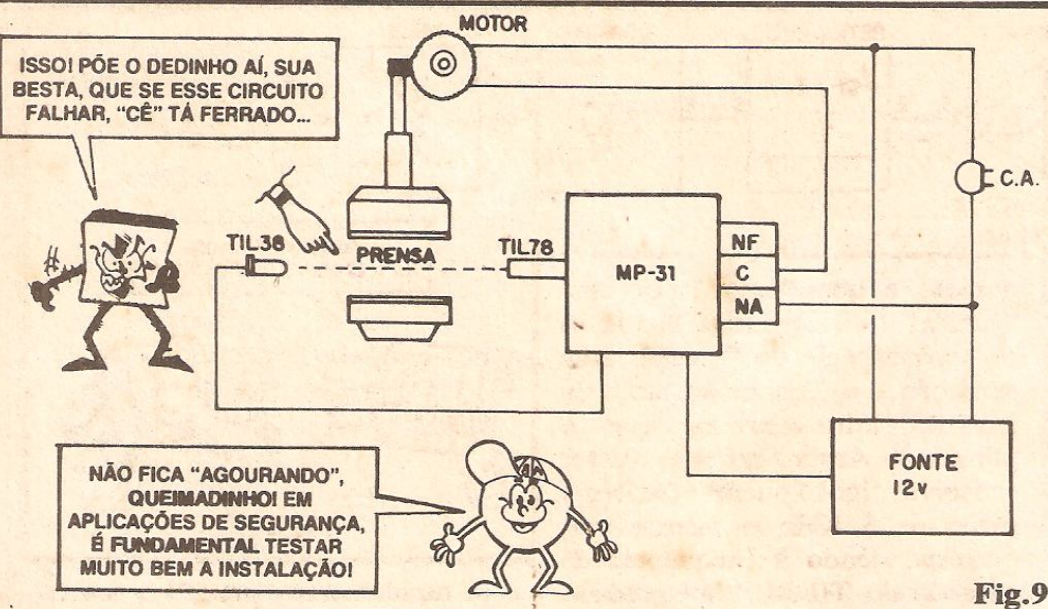

Fig. 9
- FIG. 9 - APLICAÇÕES MAIS SOFISTICADAS DA MP-31 - Não só para "vigiar portas" serve o circuito! É só por a imaginação pra funcionar (parem um pouco de imaginar o que vão fazer nessas férias de meio de ano, seus "vagáus"... que muita coisa pode surgir! O diagrama dá um exemplo "nobre" de aplicação, com o circuito controlando, através de um arranjo ótico e elétrico muito bem feito (e testado...) o motor de acionamento de uma prensa industrial, de modo que - se o operador estiver com as mãos em "zona perigosa" (setor onde a prensa... PRENSA!), o maquinário simplesmente "se recusará" a funcionar! Notem que, se o motor que aciona a dita prensa usar uma Corrente **maior** do que a oferecida
pelos contatos do relê original da MP-31, será necessária a intermediação de um **segundo** relê, de alta Potência, que terá a sua bobina controlada pelos contatos do relê do circuito, e seus contatos (digamos para 100A ou 200A) comandando a energização do dito motor... ATENÇÃO: a estrutura de aplicação mostrada na fig. 9 é uma **sugestão** prática que, se for levada a termo, deverá ser **rigorosamente** testada e verificada, com extremo cuidado, antes de ser considerada funcional! **NÃO** TENTEM fazer isso em casa, usando o poodle da mamãe como cobaia e essas coisas...